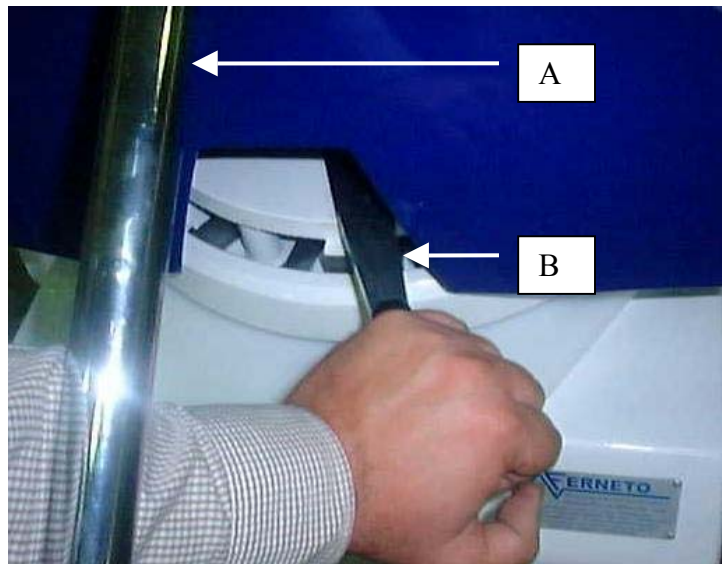

Figure 6.3
- Ensuite, maintenir le levier manuel (A), et pousser le levier (B), pour libérer les couteaux. Presser une fois de plus le levier manuel (A), pour permettre aux couteaux de descendre encore un peu (fig. 6.3). Maintenant la pâte est divisée en 22 ou 30 portions de poids égal.